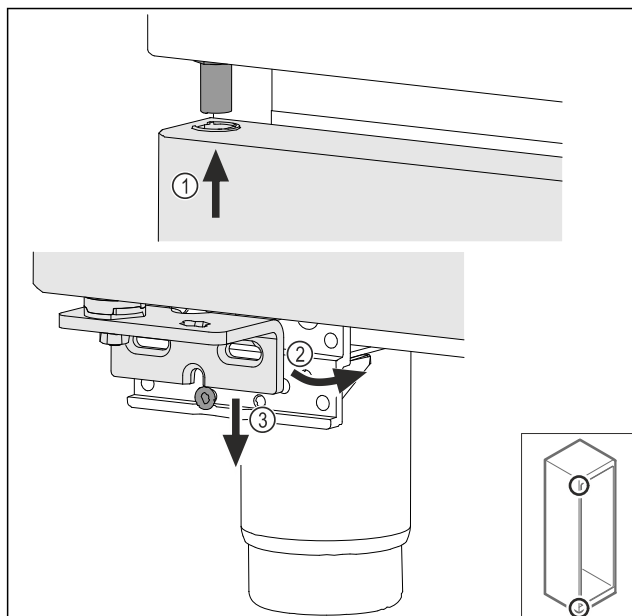

Fig. 74
- Inserire la porta leggermente inclinata in alto Fig. 74 (1), addezzare la porta Fig. 74 (2) e posizionarla in basso sulla vite del blocco di supporto Fig. 74 (3).